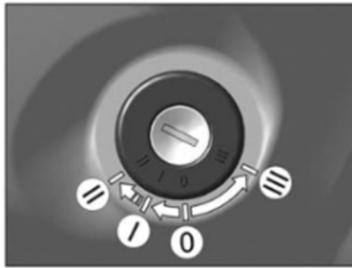
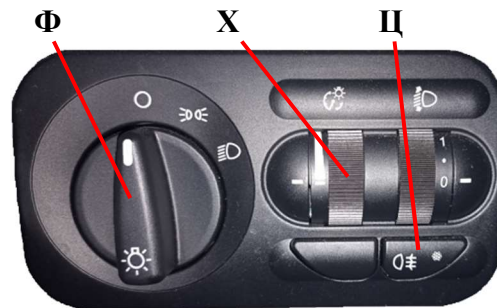

Рис. 5.8 Положения ключа в замке выключателя приборов, стартера и противоугонного устройства
Рис. 5.14 Модуль управления светотехникой (вариант 1)
ДХО включены при положении **I** ключа в замке выключателя приборов, стартера и противоугонного устройства (рис. 5.8) и положении **○** выключателя наружного освещения на модуле управления светотехникой (рис. 5.14).
- перевести ключ замка зажигания в положение **I** (рис. 5.8), двигатель не запускать;